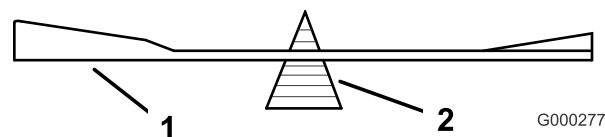
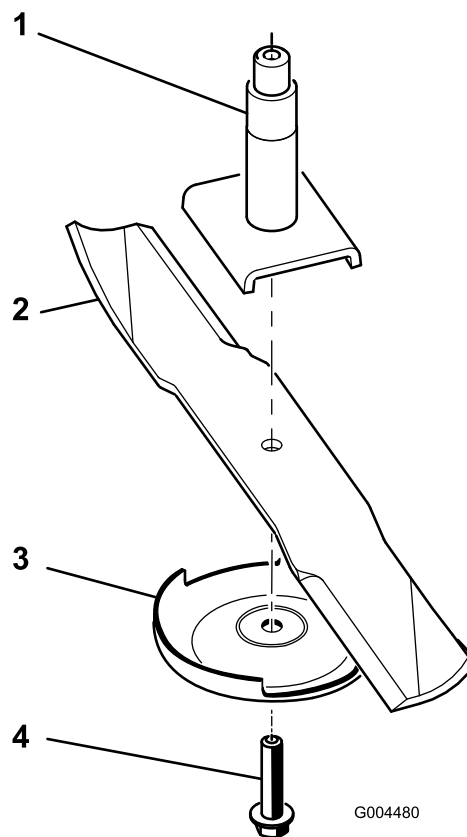

Figure 76
Figure 77
2. Enlevez le boulon, la plaque anti-scalp et la lame de l'axe de pivot (Figure 77).
2. Vérifiez l'équilibre de la lame en la plaçant sur un équilibreur (Figure 76). Si la lame reste horizontale, elle est équilibrée et peut être utilisée. Si la lame est déséquilibrée, limez un peu l'extrémité de la partie relevée seulement (Figure 77). Répétez la procédure jusqu'à ce que la lame soit équilibrée.
1. Placez la lame sur l'axe (Figure 77).
2. Montez la plaque anti-scalp et le boulon de lame (Figure 77).